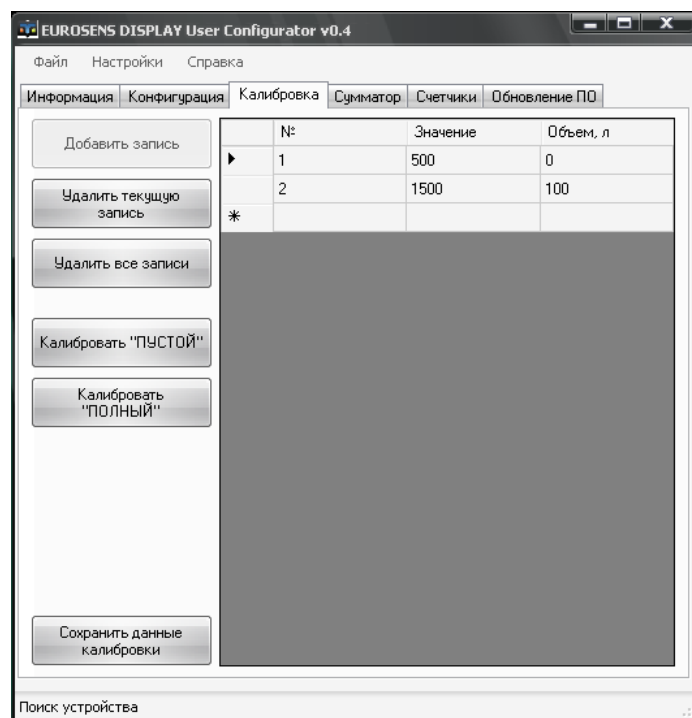

Рис.40
9) Нажать кнопку **"Калибровать "ПОЛНЫЙ"** (рис.40).
10) Внести в первую строку таблицы в графе **"Значение"** значение частоты, соответствующее полному баку (рис.40). Значение объема топлива в таблице (см. графа **"Объем, л"**) должно быть установлено равное 100 % или объему полного бака в л.